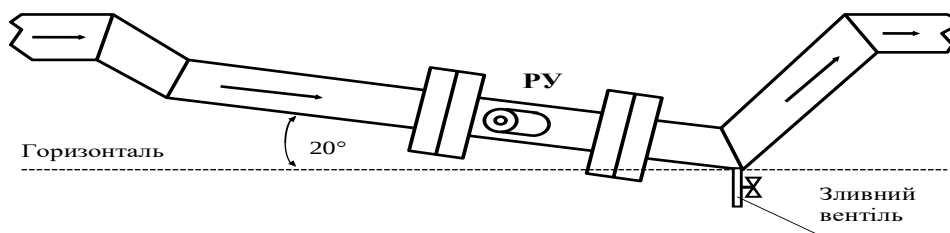

Рис. 1. Приклад розміщення РУ в частково заповненому трубопроводі
РУ встановлюється в розрив трубопроводу. Ділянка трубопроводу, яка обирається для врізки РУ, повинна розташовуватися в горизонтальній площині (відхилення від горизонталі в межах 0° - 20° , рис. 1). Втулки з датчиками витрат та вісь потоку розташовані в одній площині. Допускається обертання цієї поверхні навколо осі потоку на $\pm 20^{\circ}$. РУ може встановлюватися в вертикальному положенні, однак подача теплоносія при цьому повинна здійснюватися під тиском у напрямку знизу вгору для забезпечення заповнення РУ водою. Встановлювати ВД у спадаючому потоці можна, якщо виконується вимога щодо мінімального тиску на виході ВД – не менше, ніж 2 бар.
■ У всіх випадках РУ слід розташовувати в зоні трубопроводу, що забезпечує його **повне заповнення водою**, тому що при відсутності води лічильники припиняють роботу, і діагностується несправність. При експлуатації лічильника теплової енергії в умовах, коли можливо неповне заповнення РУ теплоносієм за рахунок перерв в його подачі або при роботі на забрудненому теплоносії (відшарувалася накип, іржа, ...), кращим є варіант розміщення РУ, наведений на рис. 1.
Для видалення залишків теплоносія з нижньої частини трубопроводу в конструкції, наведеної на рис. 1, можна передбачити зливний вентиль.